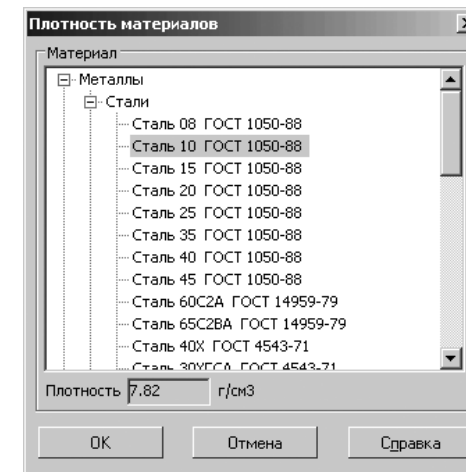

Рис. 3.91. Главное окно системы в процессе выбора материала для детали из списка материалов с помощью **Панели свойств: Свойства детали**
- щелкните в **Панели свойств: Свойства детали** с открытой вкладкой **Параметры МЦХ** по кнопке **Материал >>** **Материал**, если там нет соответствующей панели. Появится панель **Материал** с названием материала модели (рис. 3.91);
- щелкните в всплывшей панели **Материал** по кнопке **Выбрать из списка материалов** – первой кнопки в главном меню панели **Материал**. Появится панель **Плотность материалов** (рис. 3.91).